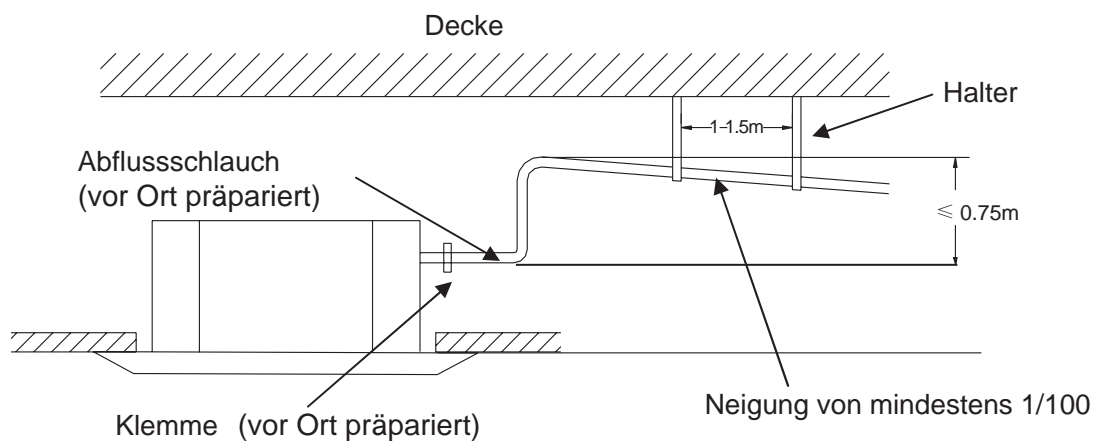

Abb.13
1. Heben Sie das Abflussrohr nicht höher als 0.75m, sonst besteht die Gefahr, dass Wasser durchsickert (Abb.13)
2. Prüfen Sie, ob das Abflussrohr eine Abwärtsneigung (von 1/100) aufweist und kein Wasserhindernis vorhanden ist (Abb.13).
3. Um das Abflussrohr zu halten, bringen Sie alle 1 bis 1,5m Halter an (Abb.13).